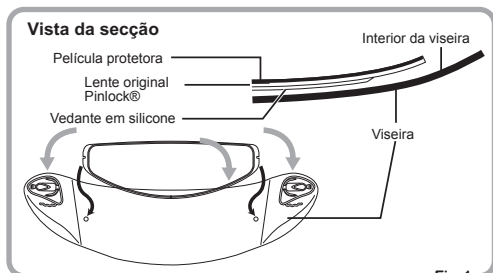

Fig.1
- ① Aplique o lado do vedante em silicone da lente original Pinlock® no interior da viseira, sem descolar a película protetora da lente. No momento da aplicação, aplique a lente original Pinlock® no interior da viseira encaixando-a nas cavilhas excêntricas. (Fig. 1 e 2)